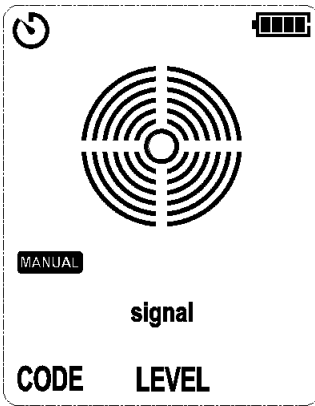

Abbildung 7.1.4a Kein Signal erkannt
1. Drücken Sie kurz die Taste „AUTO/MANUELL“ (Modus), und auf der LCD-Anzeige erscheint „MANUELL“, wie in Abbildung 7.1.4a dargestellt.
3. Um einen optimalen Effekt bei dem Tracking von stromführenden Leitern zu erzielen, richten Sie bitte den Punktrasterdruck (auf der Oberseite des Sensors) in Richtung des Leiters aus, wie in Abbildung 7.1.4a und 7.1.4b gezeigt. Bei falscher Ausrichtung kann das Signal nicht erkannt werden oder kann der Code falsch sein. Um die Richtung des Kabels zu überprüfen, drehen Sie den Empfänger regelmäßig um 90 Grad. Die Signalstärke erreicht ihr Maximum, wenn das Kabel auf den Punktrasterdruck ausgerichtet ist. Aufgrund der Unterschiede zwischen den erkannten Signalen erkennt der Empfänger automatisch, ob das Kabel unter Spannung steht („⚠“), was auf der LCD-Anzeige angezeigt wird. Eine manuelle Einstellung ist nicht erforderlich.